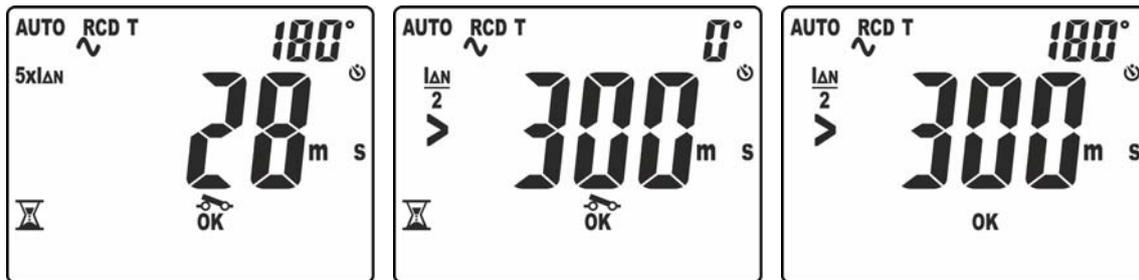

Fig. 33: Temps d'intervention en mode AUTO- Pages-écrans 2
13. Le quatrième test effectué est celui avec courant d'essai $5xI_{\Delta n}$ et polarité 180° . Le résultat de la mesure partielle est affiché à l'écran avec indication «OK» ou «NOT OK» (voir Fig. 33. à droite). Le symbole «» clignotant indique qu'il est nécessaire de réarmer le RCD
14. Le cinquième test effectué est celui avec courant d'essai $\frac{1}{2}I_{\Delta n}$ et polarité 0° . Le résultat de la mesure partielle est affiché à l'écran avec indication «OK» ou «NOT OK» (voir Fig. 33. au centre). Le message «>300ms» indique le hors plage de l'instrument pour indiquer la non intervention correcte du RCD dans cette situation. Le symbole «» clignotant indique qu'il est nécessaire de réarmer le RCD
15. Le sixième et dernier test effectué est celui avec courant d'essai $\frac{1}{2}I_{\Delta n}$ et polarité 180° . Le résultat de la mesure partielle est affiché à l'écran (voir Fig. 33. à droite). Le message «>300ms» indique le hors plage de l'instrument pour indiquer la non intervention correcte du RCD dans cette situation. L'indication «OK» ou «NOT OK» indique, dans ce cas, le résultat final du test.